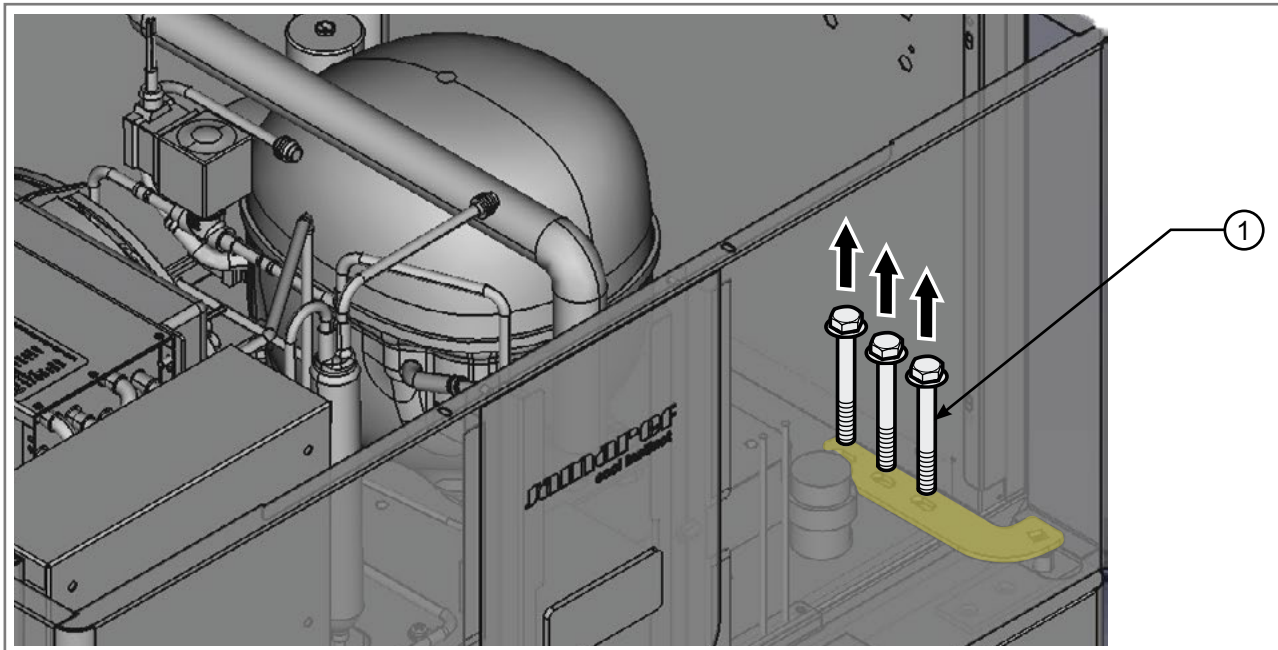

Abb. 3.16 - Schrauben der oberen Türangel
- Die 3 Schrauben der oberen Türangel (1 – Abb. 3.16) lösen.